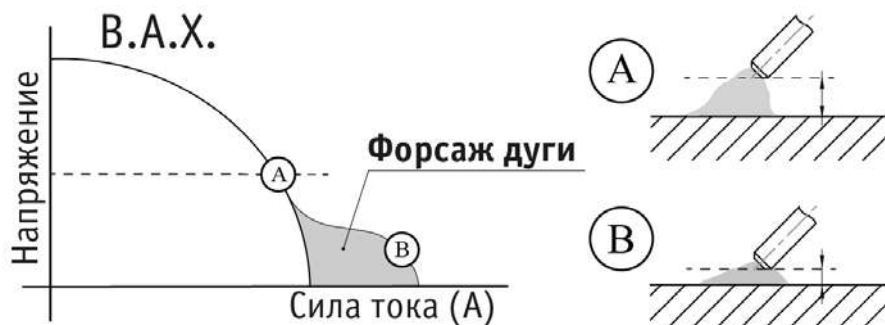

Рис. 6.4. Форсаж дуги.
| 7    | Регулятор форсажа дуги              | См. рис. 6.4.                                                                                                    |
**Форсаж дуги:** рекомендуется применять при сварке покрытыми электродами на малых токах. В процессе сварки происходит автоматическая регулировка силы сварочного тока, что уменьшает склонность к залипанию покрытого электрода к свариваемой детали (См. рис. 6.4).
**Форсаж дуги** в большинстве случаев можно установить в среднее значение. Описание смотрите на **рис. 6.4**.